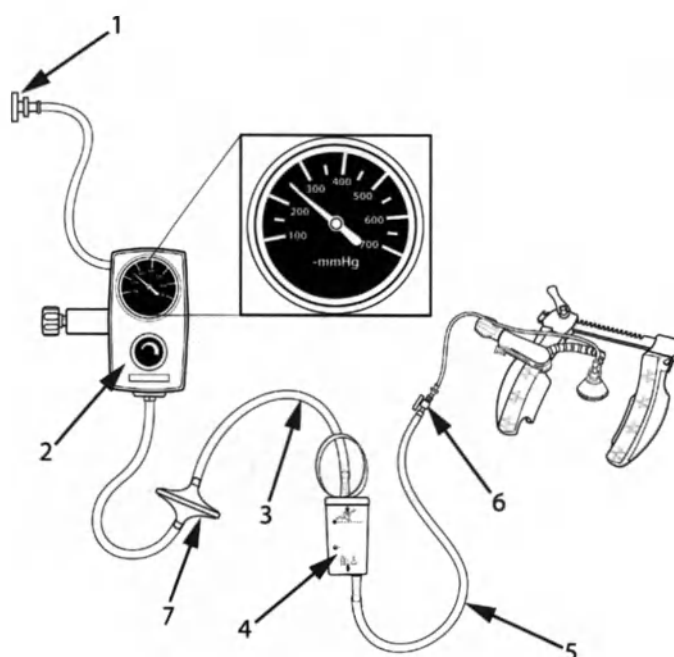

图 5: ACROBAT-i 真空定位器系统
5. 将 ACROBAT-i 定位器管路组的黄色 luer 锁接头连接到 ACROBAT-i 定位器上的真空管路黄色 luer 接头。将管路的另一端从管路组连接到 ACROBAT-i 筒底部带倒钩的接头或其它收集容器 (未包含)。确保旋塞阀处于隔断空气位置。然后, 应将连接到筒顶部的带过滤器管路组从筒顶部连接到可调真空源。将真空调节器设置到 250 mmHg。请参考图 5 以了解正确的真空管路和系统设置。